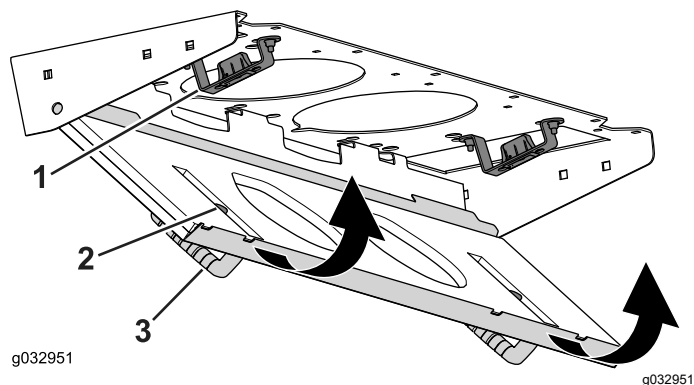

Figura 89
4. Rode o painel de filtro em volta das patilhas até que a lingueta entre no conjunto de montagem do trinco (Figura 89).